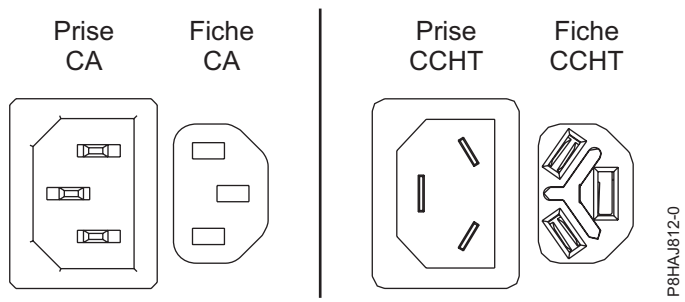
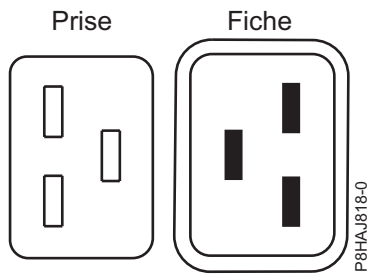
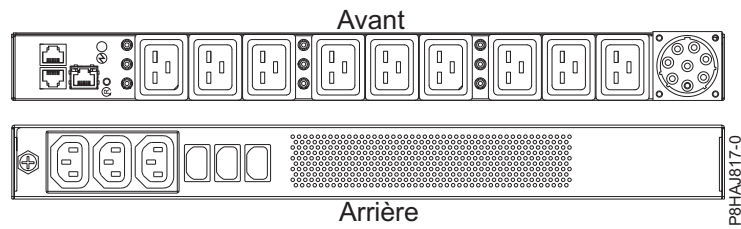

Figure 39. Connecteurs CA et CCHT
Figure 40. Connecteurs pour le système 8408-44E
Figure 41. Unité d'alimentation pour le système 8408-44E
La figure 39, à la page 57 représente les connecteurs pour courant alternatif (CA) et courant continu haute tension (CCHT) pris en charge. Les figure 40, à la page 57 et figure 41, à la page 57 illustrent les